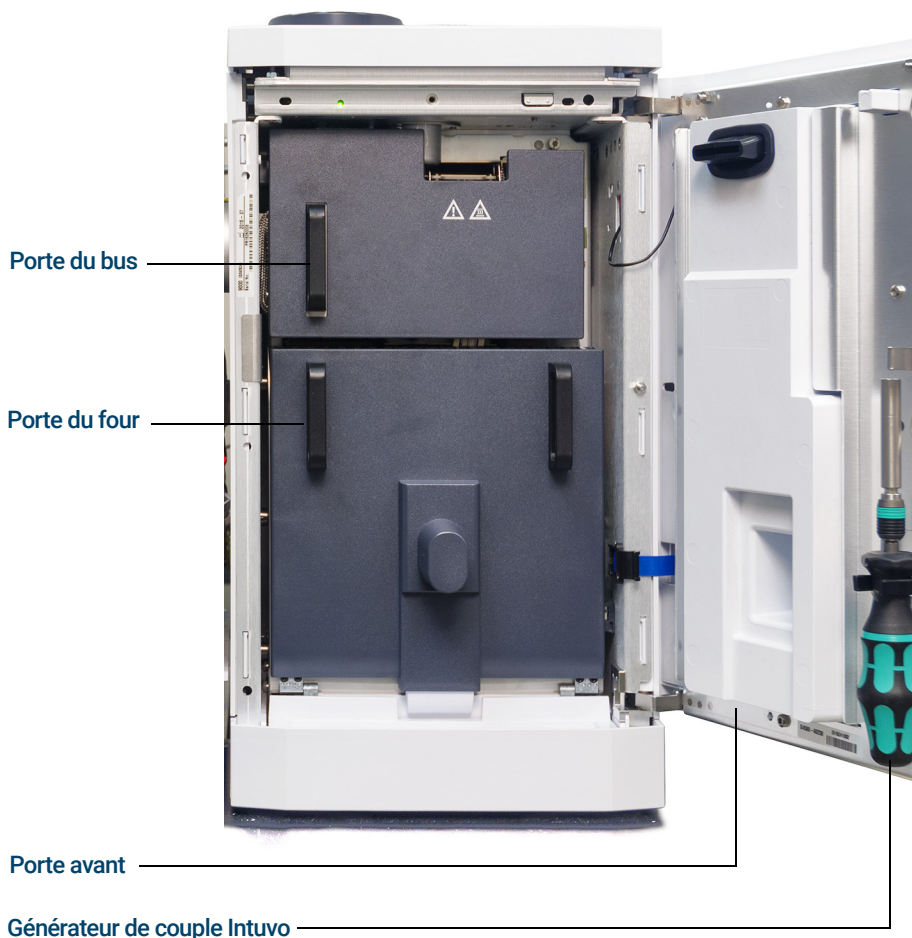

Figure 9. Porte-avant, porte du bus, porte du four et générateur de couple Intuvo du GC 9000
- 4 Ouvrir la porte avant du GC. (Voir **Figure 9** page 64.)